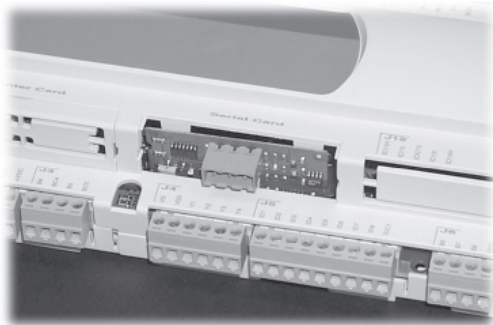

Fig. 3
3. Inserire la scheda opzionale nel corrispondente connettore a pettine, assicurandosi che la scheda sia ben inserita e a contatto dei due appoggi posti sul contenitore del pCO² (vedi Fig. 3).
3. Insert the optional board in the corresponding plug-in connector, making sure that the board is properly fitted and rests against the two plastic supports on the pCO² case (see Fig. 3).